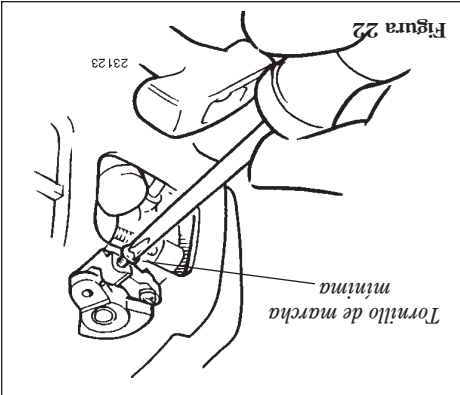

Figura 22
- Si el accesorio de corte gira mientras el motor está en marcha mínima, reduzca la marcha mínima, girando el tornillo de ajuste de marcha mínima en el sentido contrario a las agujas del reloj. Consulte la figura 22.